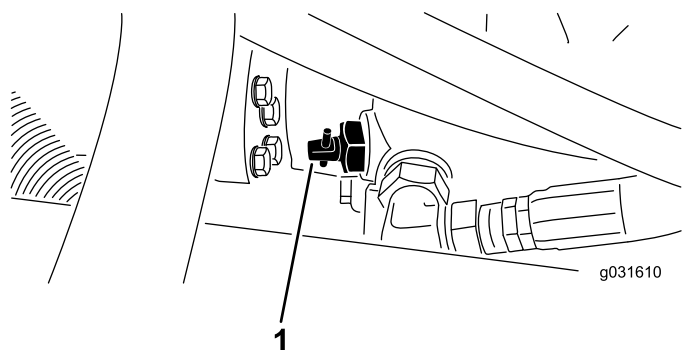

Figura 29
1. Localice la válvula de desvío en la bomba (Figura 29) y aflójela girándola 90° (1/4 de vuelta).